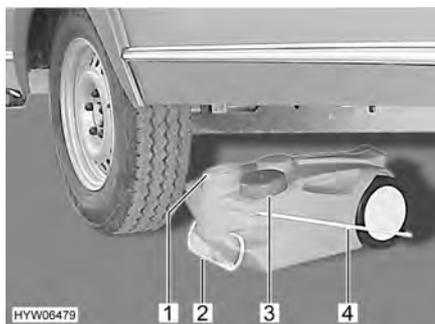

Fig. 158 Réservoir d'eaux usées, mobile
- Fermer l'ouverture du réservoir d'eaux usées (Fig. 158,1) à l'aide du couvercle (Fig. 158,3).
- Retirer le réservoir d'eaux usées par la poignée (Fig. 158,2).
- Rabattre la poignée de manutention (Fig. 158,4) vers le haut et placer le réservoir d'eaux usées.